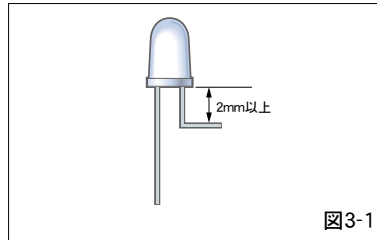

図3-1
③縦型LEDランプのリードフォーミングについて
- ①折り曲げはリード根元より2mm以上離れた位置で行ってください。また、折り曲げは同一カ所につき1回までとしてください。（図3-1）